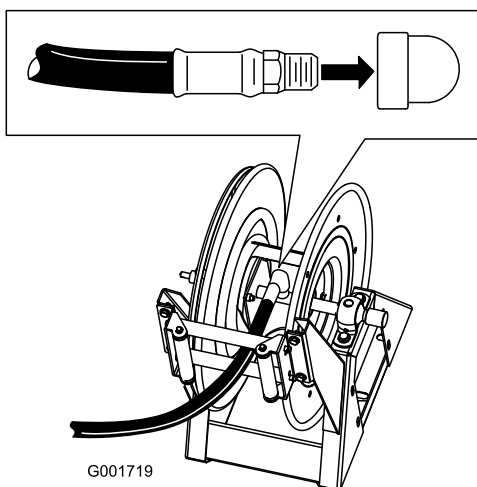

图17
1. 在长软管的接头螺纹周围缠绕聚四氟乙烯生料带，然后将接头安装到软管卷上的连接管内（图17）。